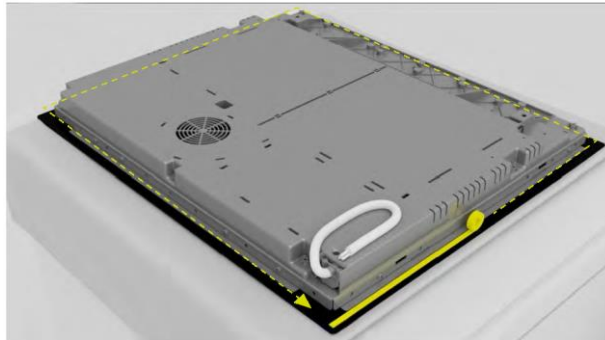

Abb. 1
- Prüfen Sie vor der Installation, ob die Kochfelddichtung richtig sitzt (**Abb. 1**).